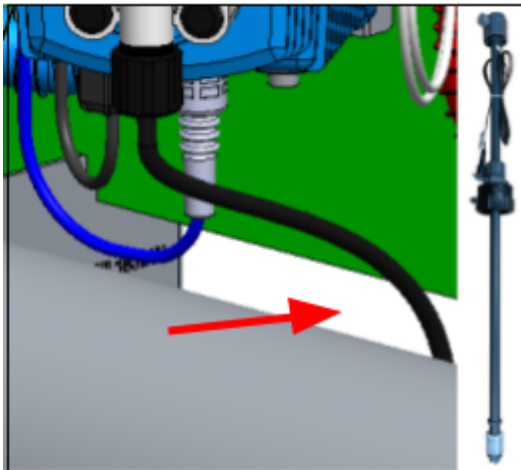

Abbildung 34.
- a. Führen Sie den Ansaugschlauch hinter dem Mischbehälter entlang, um Knicke oder Verstopfungen zu vermeiden (siehe Abbildung 34).
- b. In Abbildung 34 sehen Sie sowohl die Trockenlaufsicherung als auch den korrekten Verlauf der Ansauglanze